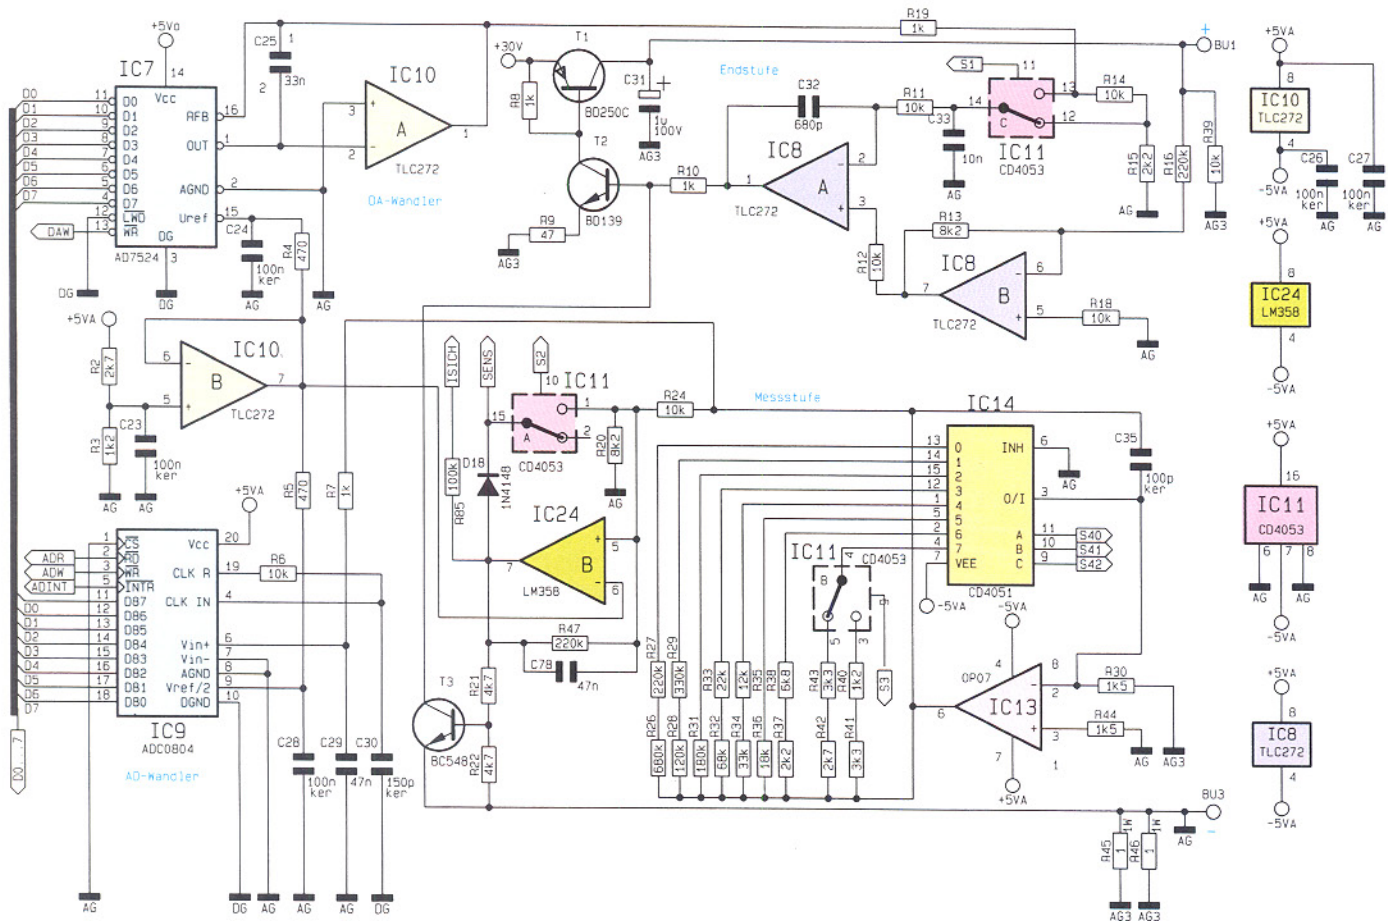

Bild 17: Schaltbild des DA-Wandlers mit zugehöriger Endstufe und Strommessung mit AD-Wandler
- Bild 17: DA-Wandler mit Endstufe und Strommessung mit AD-Wandler
zugehöriger Endstufe und der Strommessung mit AD-Wandler ist in Abbildung 17 dargestellt. Die Referenzspannung für den DA- und AD-Wandler wird durch den Spannungsteiler R 2 und R 3 bestimmt, an dessen Mittelpunkt eine Spannung von ca. 1,54 V ansteht, die durch den Operationsverstärker IC 10 B gepuffert ist.